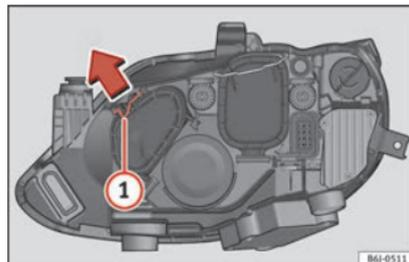

Fig. 94 Farol duplo.
- Desloque o tirante ① no sentido da seta e puxe a tampa » Fig. 94.